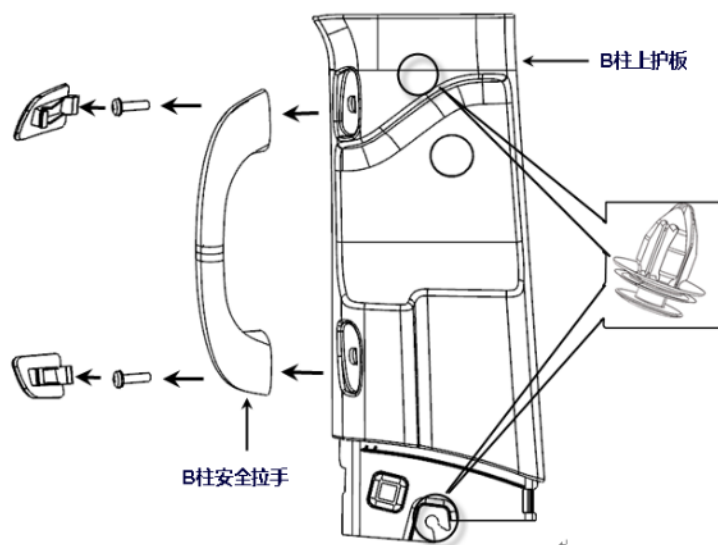

图1-17-5 B柱上护板的拆卸
(5) 使用缠有保护胶带的一字螺丝刀在图1-17-5中撬出B柱安全拉手上下堵盖，使用套筒拧下拉手固定用罗双，即可取下B柱安全拉手。
(6) 取下B柱安全拉手后，使用缠有保护胶带的一字螺丝刀在图 1-17-5 卡扣处沿与钣金垂直的方向往外撬出或双手朝外拉护板使护板卡口与钣金分离，共 2 个。即可取下 B 柱上护板